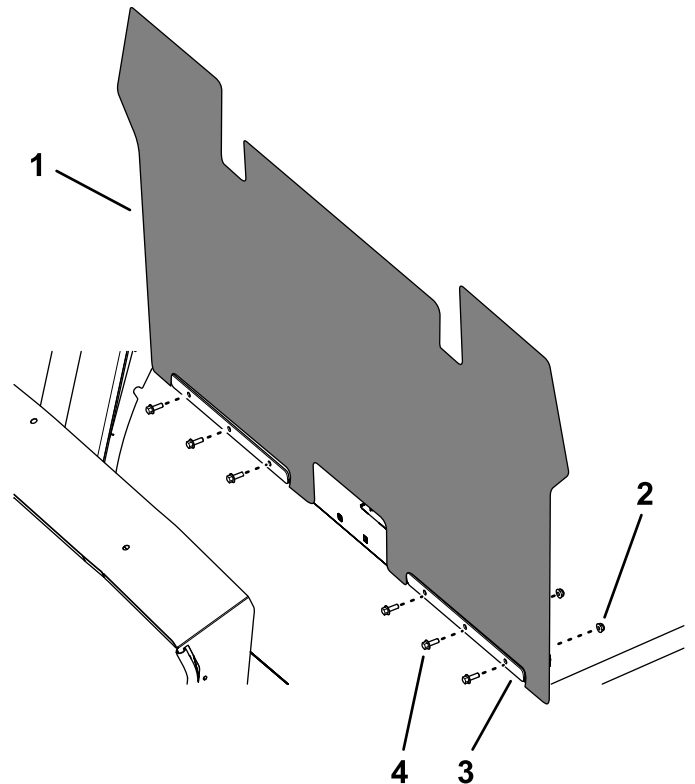

Bild 22
2. Befestigen Sie den inneren Kotflügel und die Kotflügelhalterungen mit sechs Sechskantbundkopfschrauben ($\frac{1}{4}$ " x $\frac{3}{4}$ ") und sechs Bundmuttern ($\frac{1}{4}$ "), wie in Bild 22 abgebildet.